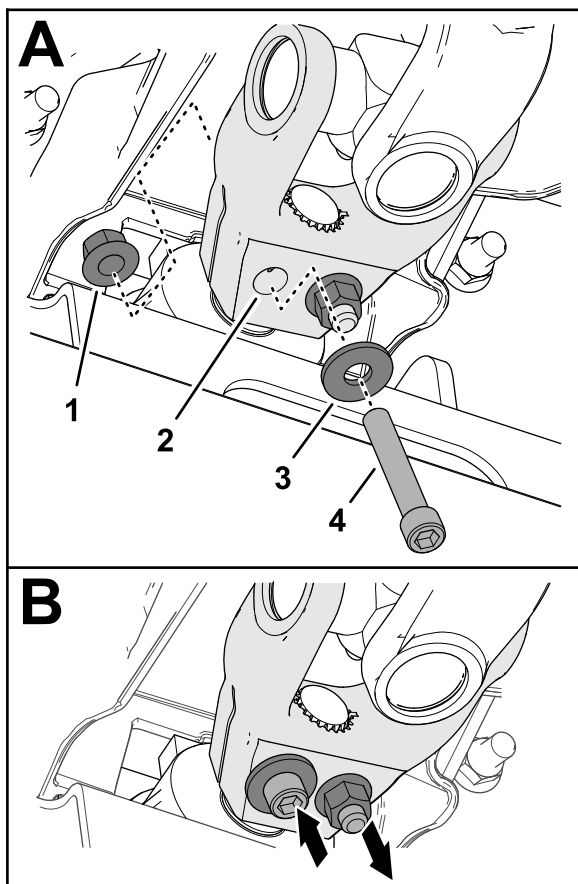

図 17
6. ソケットヘッドキャップスクリュー $\frac{3}{8}$ x $2\frac{1}{4}$ " にワッシャ $\frac{3}{8}$ " を通し、駆動シャフトのヨークの穴 図 17 に通して、フランジロックナット $\frac{3}{8}$ " で固定する。
- ソケットヘッドキャップスクリュー $\frac{3}{8}$ " x $2\frac{1}{4}$ "にワッシャ $\frac{3}{8}$ "を通し、駆動シャフトのヨークの穴 図 17 に逆方向から通して、フランジロックナット $\frac{3}{8}$ "で固定する。